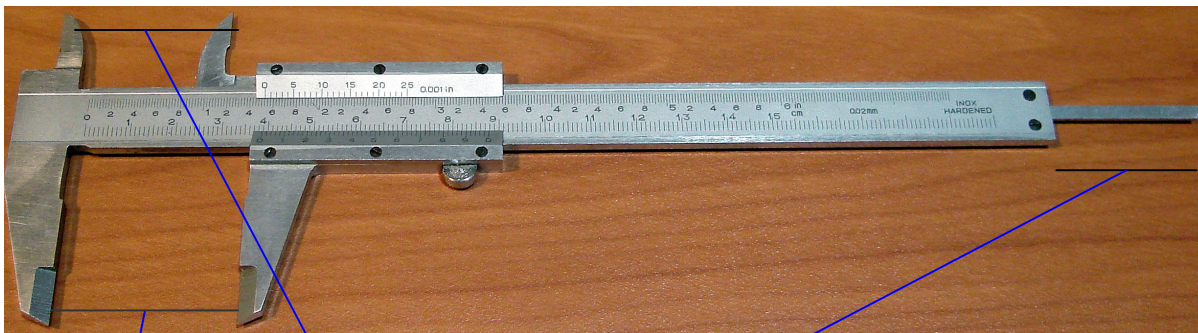

Figura 1: Pinzas del calibre.
- dimensiones exteriores de objetos colocados entre sus pinzas A (véase Figura 1),
- dimensiones interiores de objetos colocados entre las pinzas B (véase Figura 1) y además,
- profundidades de huecos (para lo cual utilizaremos el vástago C, véase Figura 1).